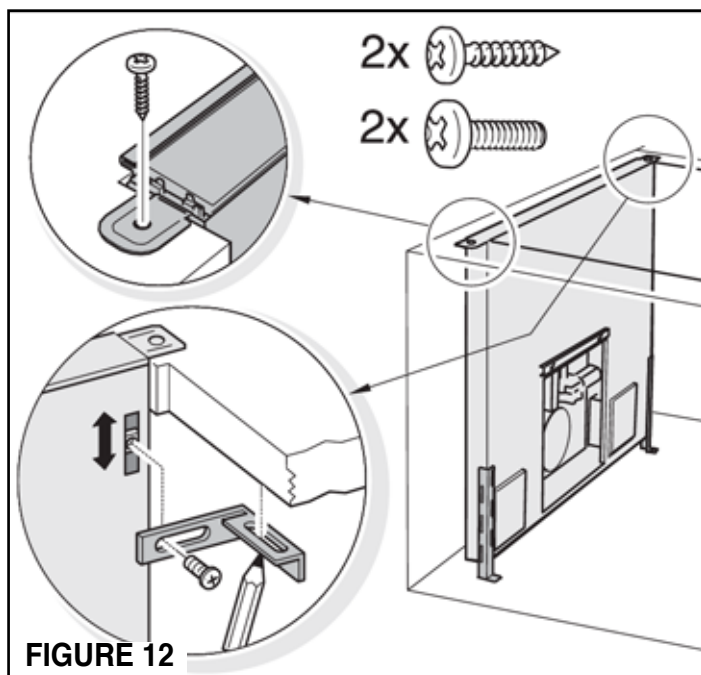

FIGURE 12
6) Fixer la hotte sur le comptoir avec deux vis. Si possible, installer les équerres sous le comptoir pour un soutien supplémentaire. Tout d'abord, visser sans serrer les supports dans les écrous coulissants dans le logement et les pousser sous le comptoir. Pré-percer les trous de montage dans le comptoir de en dessous. Utilisez des vis de la bonne longueur. (FIGURE 12)